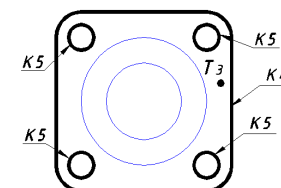

Рис. 23
- ◆ Создаем замкнутые контуры для выдавливания (рис. 23) РИСОВАНИЕ → КОНТУР → указать T3 внутри контура.